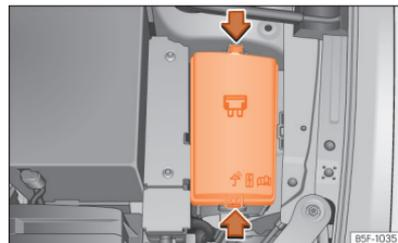

Fig. 203 No compartimento do motor: tampa da caixa de fusíveis.
- Pressione as patilhas de bloqueio para desbloquear a tampa da caixa de fusíveis »» Fig. 203.